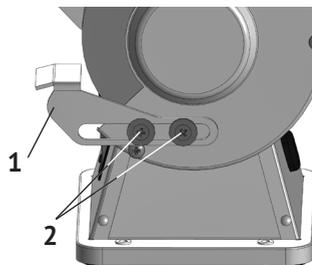

рис. 3
### 2.6 Регулировка рабочих упоров (см. рис.3)
Для компенсации износа шлифовальных кругов необходимо периодически производить регулировку рабочих упоров (рис.3 поз.1):
- ослабить винты крепления упора (рис.3 поз.2);